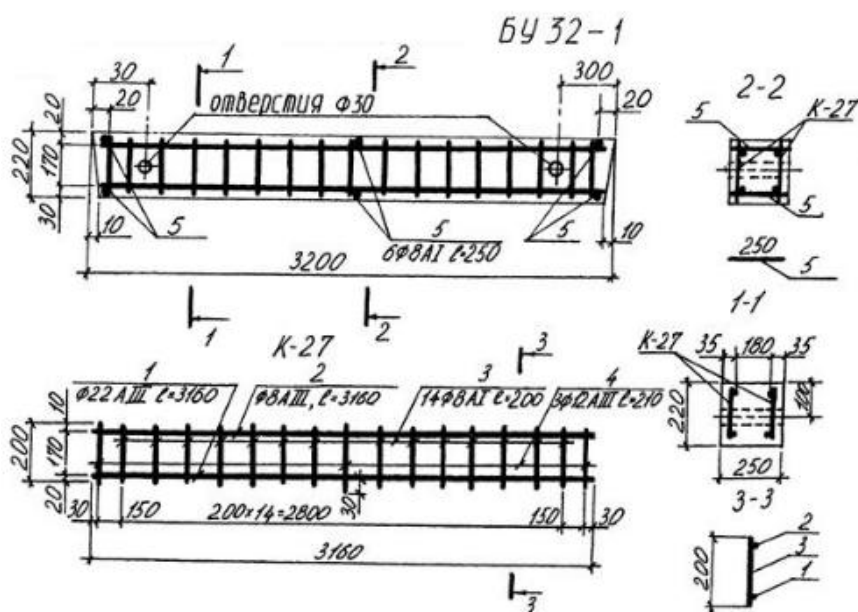

Рисунок 66 - Пример оформления чертежа железобетонных конструкций
3. Выполнить схему армирования основного каркаса изделия, рис.66.